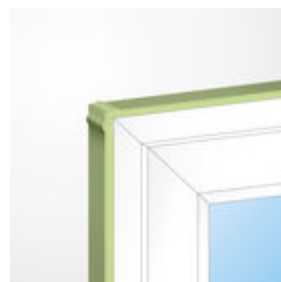

Bild 3: Ecken stumpf stossen
**Einbauhinweis Fensterecke:** Das Multifunktions-Dichtungsband wird an den Ecken stumpf gestossen (Bild 3). Fehlstellen in den Ecken, an Stößen und Ankeren können mit illbruck SP025 Fenster-Folienkleber Öko nachträglich geschlossen werden.